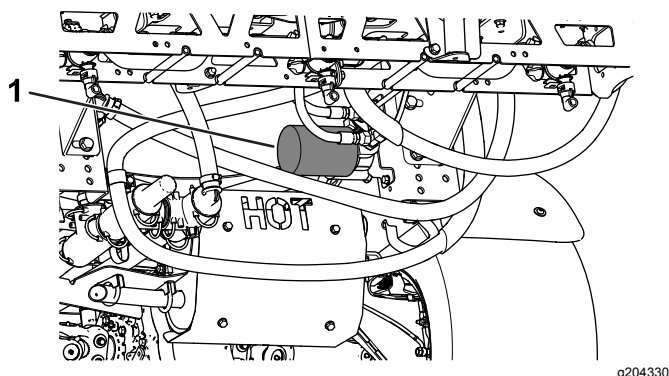

Рисунок 52
- Извлеките фильтр (**Рисунок 52**).